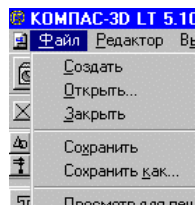

Рис. 94
2. Сохранить лист чертежа можно через меню **Файл**, команда **Сохранить как**, **Сохранить** или через нажатие кнопки **Сохранить**  (рис. 94).